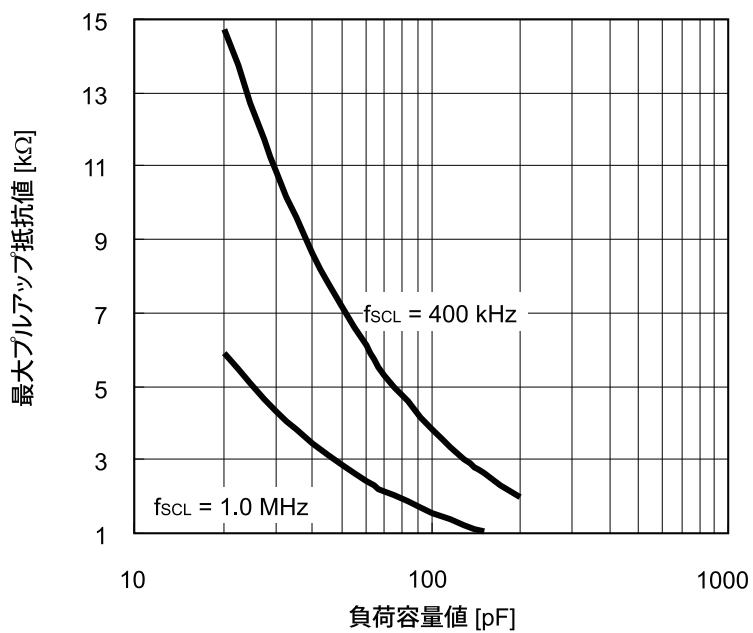

図9 出力負荷
*1. SDA出力遅延時間は、SDA端子の出力形態がNchオープンドレイン出力のため、IC外部の負荷抵抗値、負荷容量値により決まります。出力負荷の関係を図9に示します。